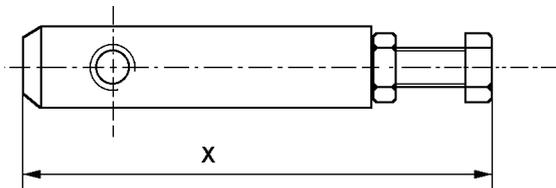

Fig : 21
- Mesurez à présent la longueur du support aiguille, distance X Voir Fig:21.